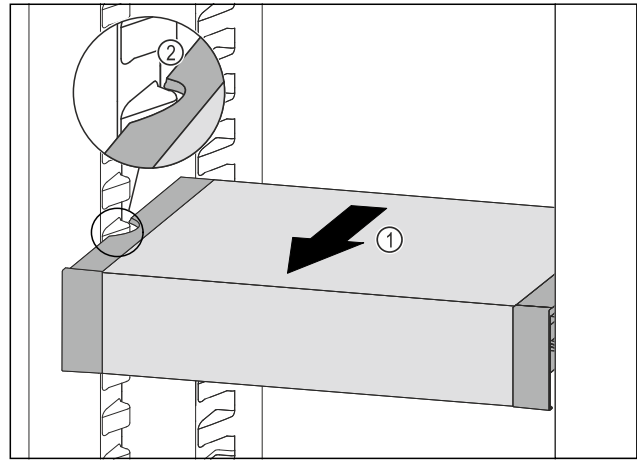

Fig. 108
- ▶ Tirer le VarioSafe vers l'avant Fig. 108 (1) jusqu'à ce que les encoches latérales du VarioSafe se trouvent au niveau de la nervure du bac dans la partie réfrigérateur. Fig. 108 (2)